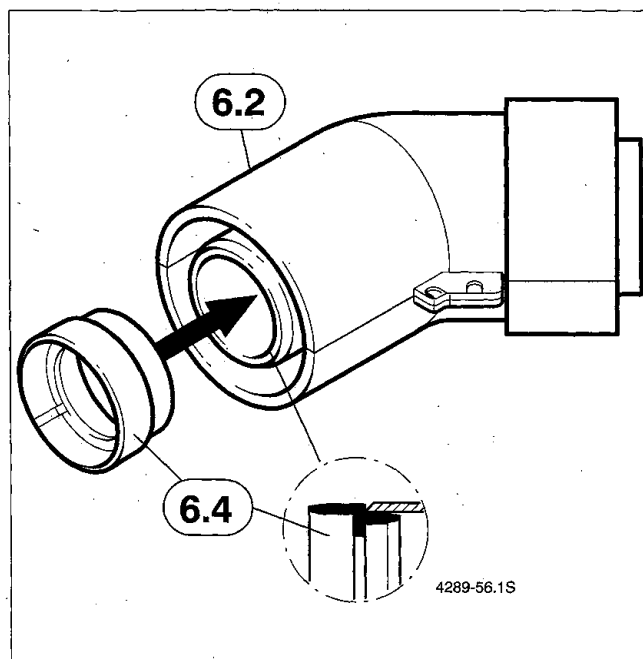

Bild 35
- Montieren Sie die Dichtung (6.4) auf dem Versatzbogen (6.2) entsprechend Bild 35.